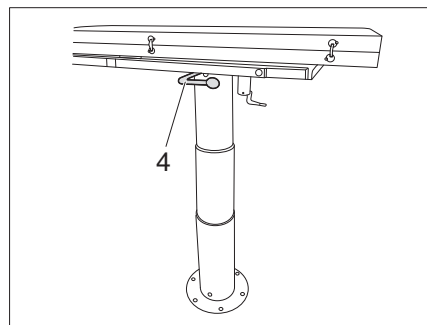

Fig. 124 Tavolo ribaltabile, abbassabile
- Sbloccare la leva (Fig. 124,4) per l'abbassamento del tavolo e spingere il tavolo verso il basso.